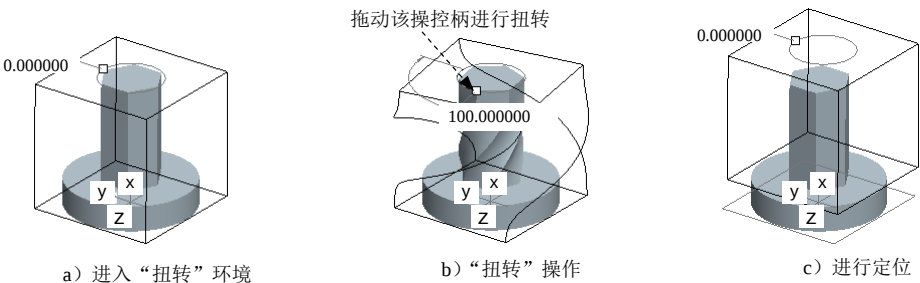

图 9.1.22 “扭转”操作
Step4. 在操控板中按下“启动扭转工具”按钮，操控板进入图 9.1.21 所示的“扭转”操作界面，同时图形区中的模型进入“扭曲”环境，如图 9.1.22 a 所示。
- 拖动加亮面调整拉伸的起点和长度；拖动背景对罩框进行定位（按住 Shift 键不放，进行法向拖动），如图 9.1.22 c 所示。